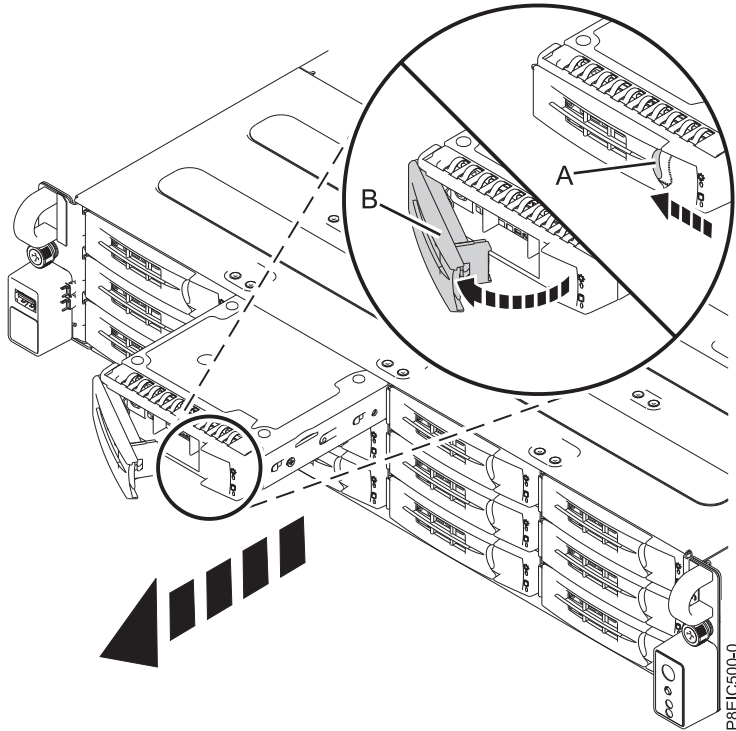

Figure 9. Retrait d'un tiroir d'unité avant
2. Déverrouillez la poignée du tiroir d'unité en appuyant sur le loquet de la poignée (**A**) dans la direction indiquée. La poignée (**B**) sort d'un coup sec. Si la poignée n'est pas complètement sortie, le tiroir d'unité ne peut pas être retiré du système, comme illustré dans la figure 9, à la page 12.